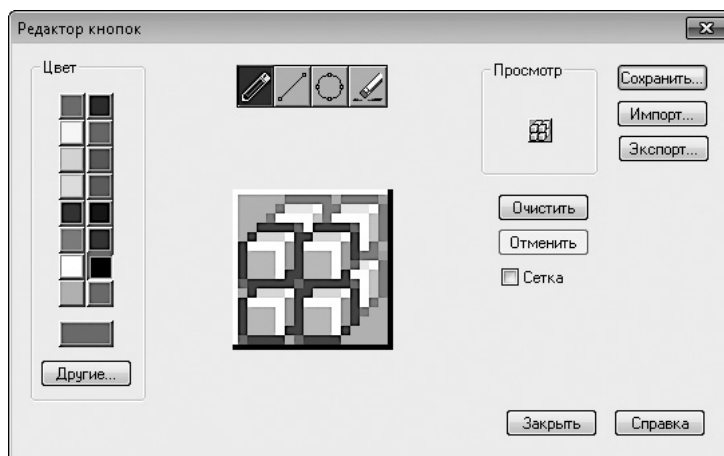

Рис. 1.24. Диалоговое окно Редактор кнопок
- **Просмотр панели инструментов.** Отображает внешний вид выделенного объекта. Здесь же можно изменить вид значка какой-либо команды. Для этого выделите команду в списке **Список команд** и в области **Значок** выберите одну из предложенных пиктограмм. Если вы хотите нарисовать значок вручную, нажмите кнопку **Изменить**. На экране отобразится диалоговое окно **Редактор кнопок** (рис. 1.24). Инструменты, предоставляемые редактором, аналогичны возможностям графического редактора Paint — стандартного инструмента операционной системы Windows.